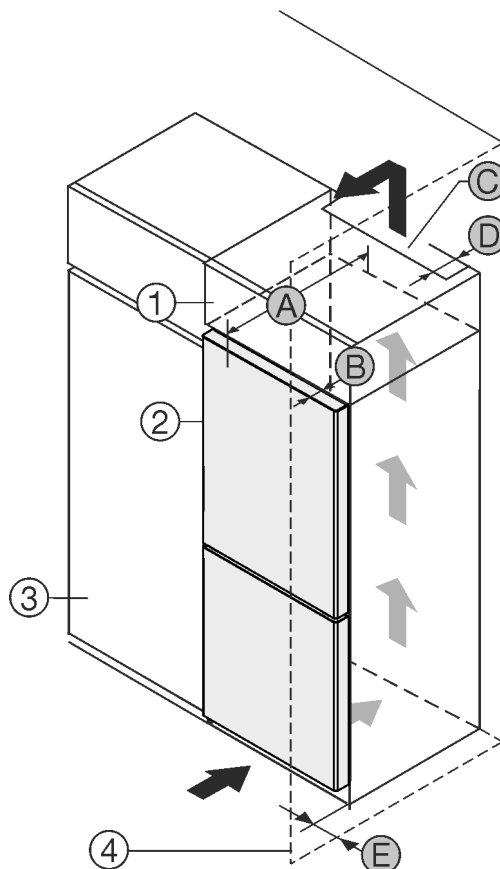

Fig. 1
Zariadenie postavte priamo vedľa kuchynskej skrine Fig. 1 (3).
Na zadnej strane nadstavnej skrine musí byť vetracia šachta s hĺbkou Fig. 1 (D) cez celú šírku nadstavnej skrine.
Pod stropom miestnosti sa musí dodržať prierez vetracieho otvoru Fig. 1 (C).
Ak je zariadenie umiestnené so zavesením vedľa steny Fig. 1 (4), vzdialenosť medzi zariadením a stenou musí byť minimálne 13 mm.
Ak je zariadenie umiestnené so zavesením vedľa steny Fig. 1 (4), vzdialenosť medzi zariadením a stenou musí byť minimálne 20 mm.
Pre úplné otvorenie dverí musí zariadenie vyčnievať o hĺbku dvier Fig. 1 (B) prednej časti kuchynskej skrine. V závislosti od hĺbky kuchynských skriň Fig. 1 (3) a použitia dištančných držiakov na stenu môže zariadenie prečnievať ešte viac.